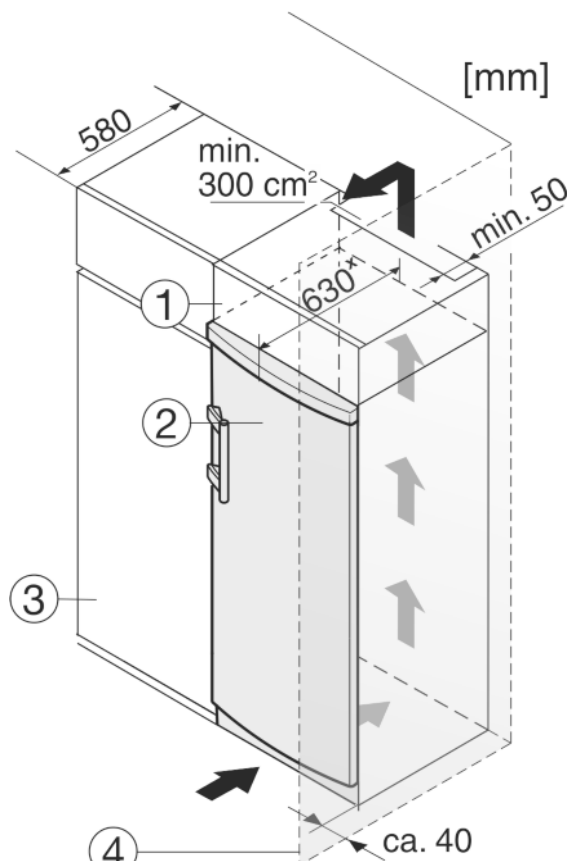

Fig. 10
Aparatul poate fi refăcut cu dulapuri de bucătărie. Pentru a aduce aparatul Fig. 10 (2) la același nivel cu mobilierul de bucătărie, se poate monta deasupra aparatului un dulap suspendat Fig. 10 (1).
La integrarea în dulapurile de bucătărie (adâncime maximă 580 mm), aparatul poate fi amplasat direct lângă dulapul de bucătărie Fig. 10 (3). Aparatul iese în afară în partea laterală cu 34 mmx, iar în centrul aparatului cu 50 mmx, în raport cu suprafața frontală a dulapului de bucătărie.
Atunci când aparatul este montat cu balamalele lângă un perete Fig. 10 (4), distanța dintre aparat și perete trebuie să fie de minim 40 mm. Această valoare corespunde proeminenței mânerului cu ușa deschisă.